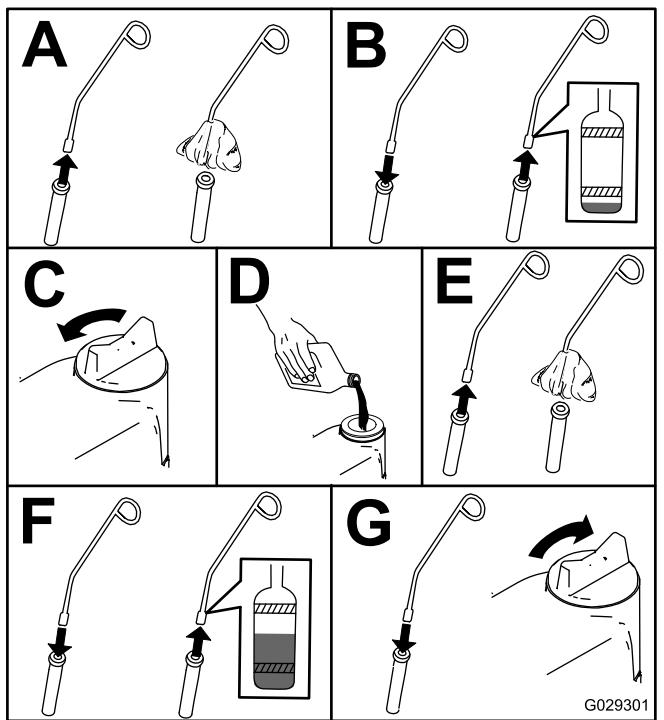

Figura 44
5. Controllate l'olio e aggiungetene altro come opportuno (Figura 44).